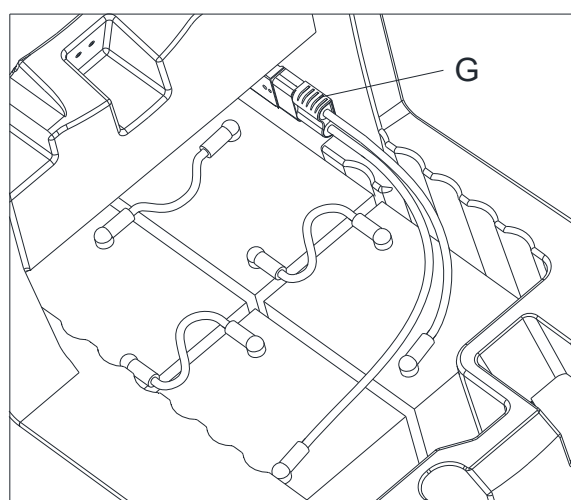

Figure 10
2. Débrancher le connecteur de la batterie (G, Figure 10).